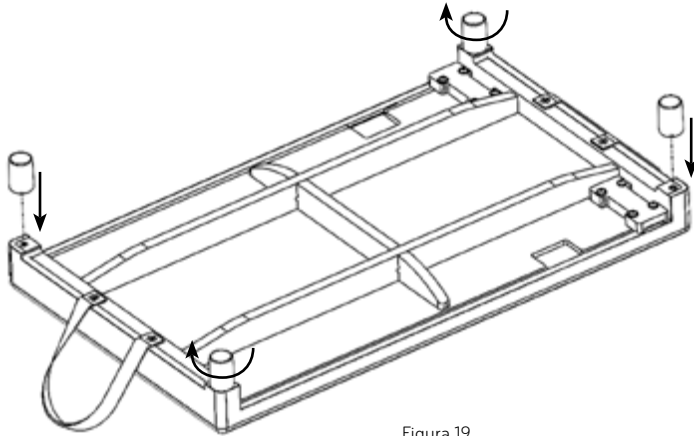

Figura 19
2. Localizar las (4) patas con un cordón que les sobresale e introducirlas en las inserciones de las esquinas situadas en la parte interior de la Mat Conversion.
3. Girarlas en el sentido de las agujas del reloj hasta que estén apretadas. Se pueden apretar a mano. Ver la Figura 19.